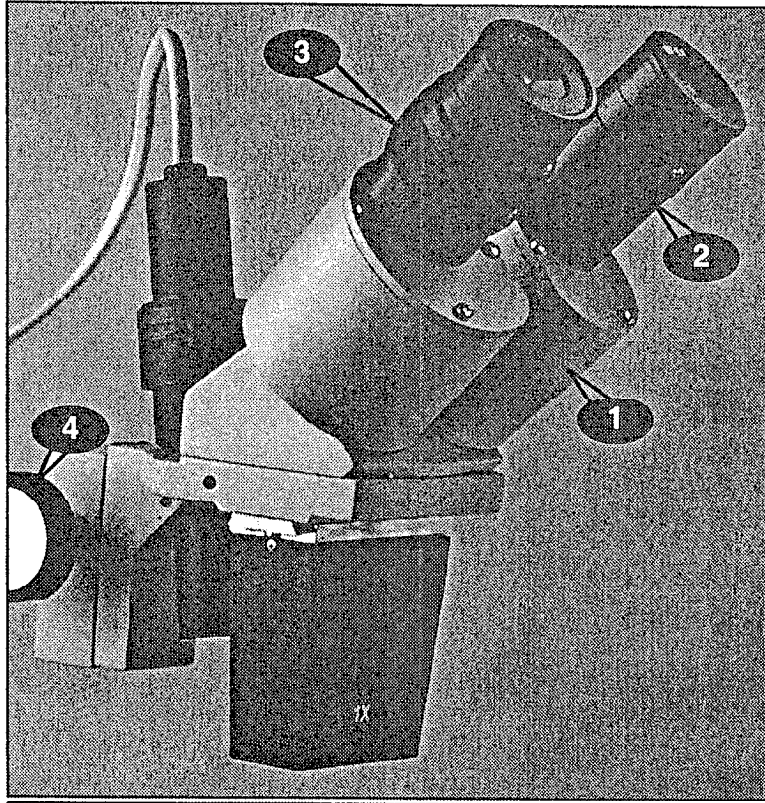

Abb. 5 : der Kopf
- 1 Die beiden Okulare gemäß Augenabstand einstellen (1, Abb. 5).
- 4 Mit dem rechten Auge am Okular des rechten Körpers (2, Abb. 5), Scharfeinstellung mit Hilfe des Einstellknopfs (4, Abb. 5) vornehmen.
- 5 Mit dem linken Auge am Okular des linken Körpers, Scharfeinstellung mit dem Dioptrieeinstellring des Okulars (3, Abb. 5) vornehmen. Wenn Ihre Augen gleiches Sehvermögen besitzen, muss sich die Basis des gerändelten Einstellrings auf der Höhe des Strichs befinden. Da das Auge sehr schnell akkomodiert, muss diese Einstellung zwei- oder dreimal wiederholt werden. Die Höheneinstellung kann geändert werden, ohne neues Einstellen des Dioptrie-Einstellrings.